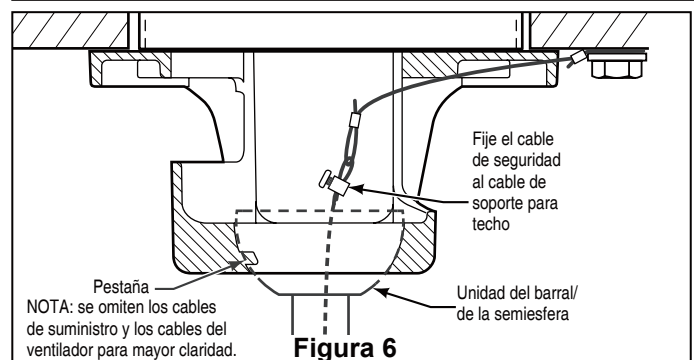

Figura 6
12. Levante cuidadosamente el ventilador y coloque el ensamble de la bola para colgar/varilla en la abrazadera para colgar que acaba de fijar a la caja de salida. Asegúrese de que la ranura de la bola esté alineada con la lengüeta de la abrazadera para colgar. (Figura. 6)
13. Conecte el cable de seguridad para cable de soporte de techo. Deslice la abrazadera del cable en el cable de seguridad (del ventilador). Coloque el extremo del cable a través del bucle del cable de soporte de techo. Tire de la cantidad de cable a través del bucle como sea posible. Introduzca el extremo del cable en el orificio de la abrazadera y apriete firmemente el tornillo (Figura 6). Corte el exceso de cable de seguridad.